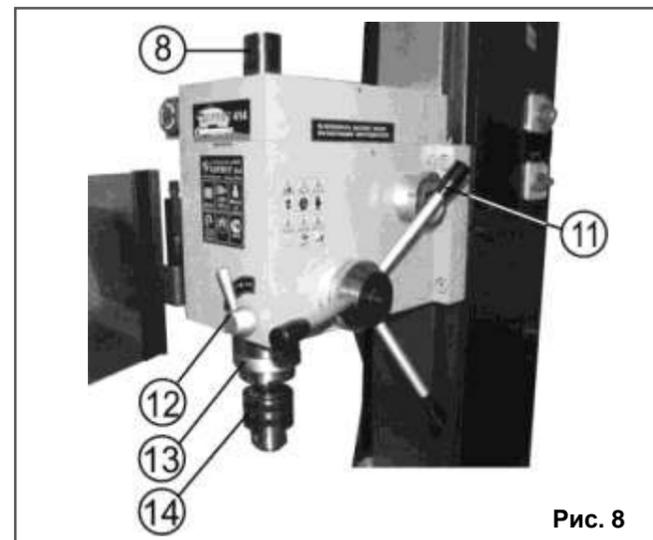

Рис. 8
11.1. Установка фрезы, сверлильного или цангового патрона (Рис. 8, 9)
11.1.1. Рычагом подачи шпинделя (11) опустите шпиндель (13) так, чтобы открылось отверстие шпинделя, как показано на Рис. 8. Рычагом (12) зафиксируйте положение шпинделя. В отверстие вставьте клин (С), снимите защитный колпак (8); рожковым ключом (D), придерживая сверлильный патрон (14), открутите (против часовой стрелки) крепёжную шпильку на 1,5 -2 оборота. Лёгким ударом пластикового или деревянного молотка по гайке, выведите конус хвостовика сверлильного патрона (14) из зацепления с ответной частью шпинделя. Придерживая сверлильный патрон (14), выкрутите крепёжную шпильку, извлеките сверлильный патрон (14).